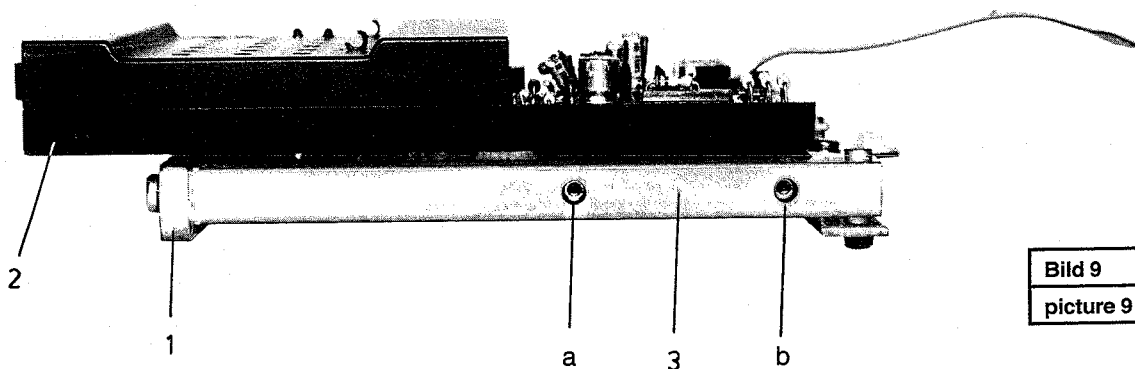

Bild 9
- Einschub nach hinten schieben bis beide Befestigungsschrauben des Führungssegments (Einschub) im Ausbruch a und b der Führungsschiene (3/Bild 9) sichtbar sind
- werden Führungssegmente ausge-wechselt, ist darauf zu achten, daß der Abstand zwischen Wellen-aufnahme (1/Bild 9) und Ein-schubunterteil (2/Bild 9) in Endstellung an der Vorderkante ca 1 mm beträgt
- move slide-in-unit backwards till 2 screws are visible in the holes a and b from guide rail (picture 9/pos.3)